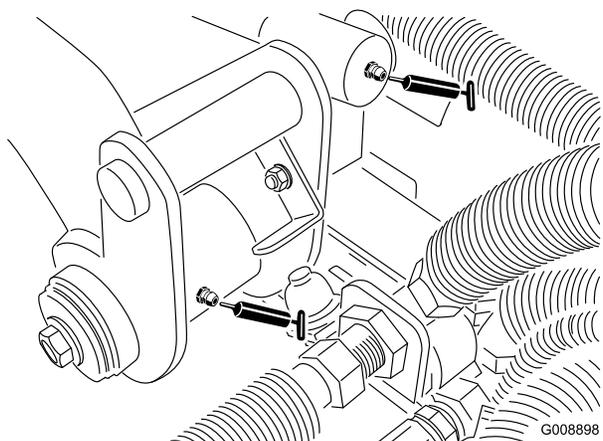

Figura 40
- Articulação do braço de elevação traseiro e cilindro de elevação (2) (Figura 40)